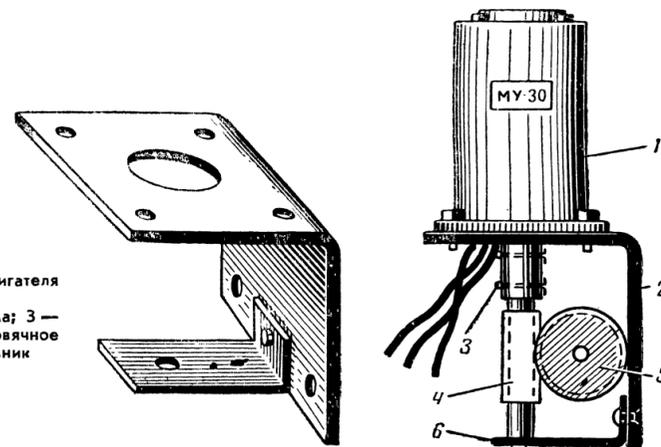

Рис. 6. Установка тягового двигателя и редуктора: 1 — электродвигатель; 2 — рама; 3 — втулка; 4 — червяк; 5 — червячное колесо; 6 — опорный угольник
**Тяговый двигатель.** На модели установите электродвигатель типа МУ-30. При необходимости его можно заменить более мощным, например МУ-50 или любым другим, но непременно реверсивным. Реверсирование необходимо для сообщения модели переднего и заднего хода. Двигатель установите на раме (рис. 6), согнутой под прямым углом из железа 2—3 мм толщиной. В раме для буртика двигателя вырежьте круглое окно. Положение его на плоскости рамы зависит от размеров применяемой редукторной передачи. Поэтому при разметке окна надо высчитать, учитывая диаметр червячной шестерни, в каком месте через раму пройдет ось червяка. Здесь будет центр окна. Из найденного центра проведите разметочным циркулем окружность, равную по диаметру буртику двигателя. Сверлом 3—4 мм высверлите внутри окружности отверстия, которые должны отстоять одно от другого не дальше, чем на 1—2 мм. Перерубите зубилом перемычки и полукруглым напильником распилите окно точно до разметочной линии. Двигатель привинтите фланцем к раме, в которой для четырех винтов надо нарезать резьбу. Раму, в свою очередь, крепят болтиками к задней стенке кабины, причем немного сбоку, чтобы она не задевала за маховик рулевой машинки.
**Редуктор** (рис. 6) состоит из червяка и червячной шестерни. Число оборотов вала двигателя МУ-30 около 7 тыс. в минуту. Поэтому на модель поставлен редуктор с передаточным отношением 1 : 108. Это позволяет немного снизить скорость вращения вала и значительно повысить тяговое усилие на ведущей оси, что очень важно для работы модели с навесными орудиями на рыхлой почве.
Хвостовик вала соедините с червяком бронзовой или латуной втулкой, выточенной на токарном станке. Хвостовик выступает из корпуса двигателя всего лишь на 10 мм, и надежно насадить на него втулку нельзя. Поэтому выверните со стороны фланца круглую гайку и продвиньте втулку до самого подшипника. Из кусочков стальной проволоки сделайте два шпильки. Просверлив отверстия во втулке, как показано на рис. 6, вставьте шпильки и кон-